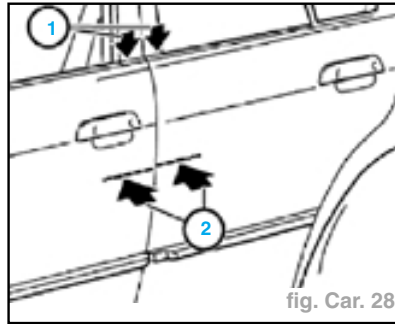

fig. Car. 28
- Contrôler le dépassement de la porte (2) à l'arrière (fig. Car. 28).
- Hauteur de porte (1) : à fleur (fig. Car. 28).